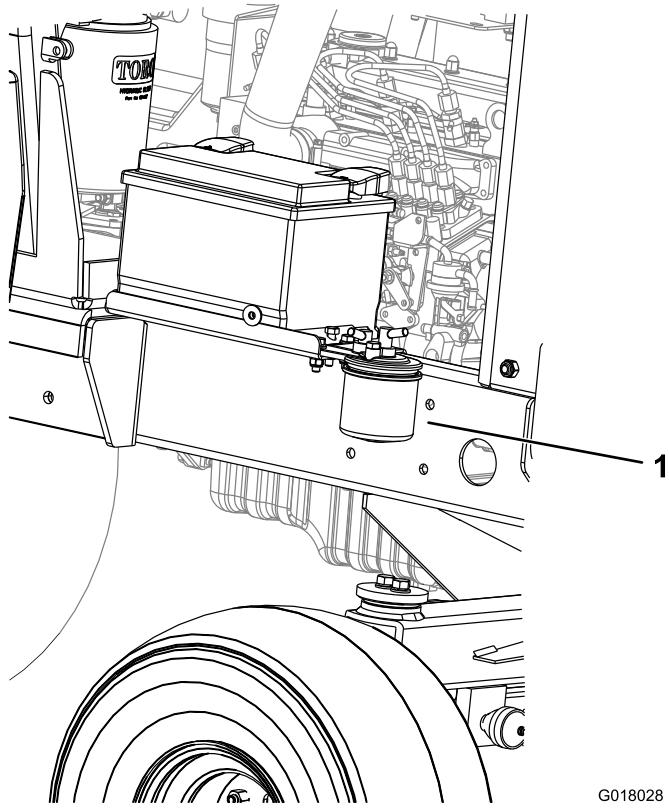

Figura 47
1. Coloque um recipiente limpo debaixo do recipiente do filtro de combustível (Figura 47).